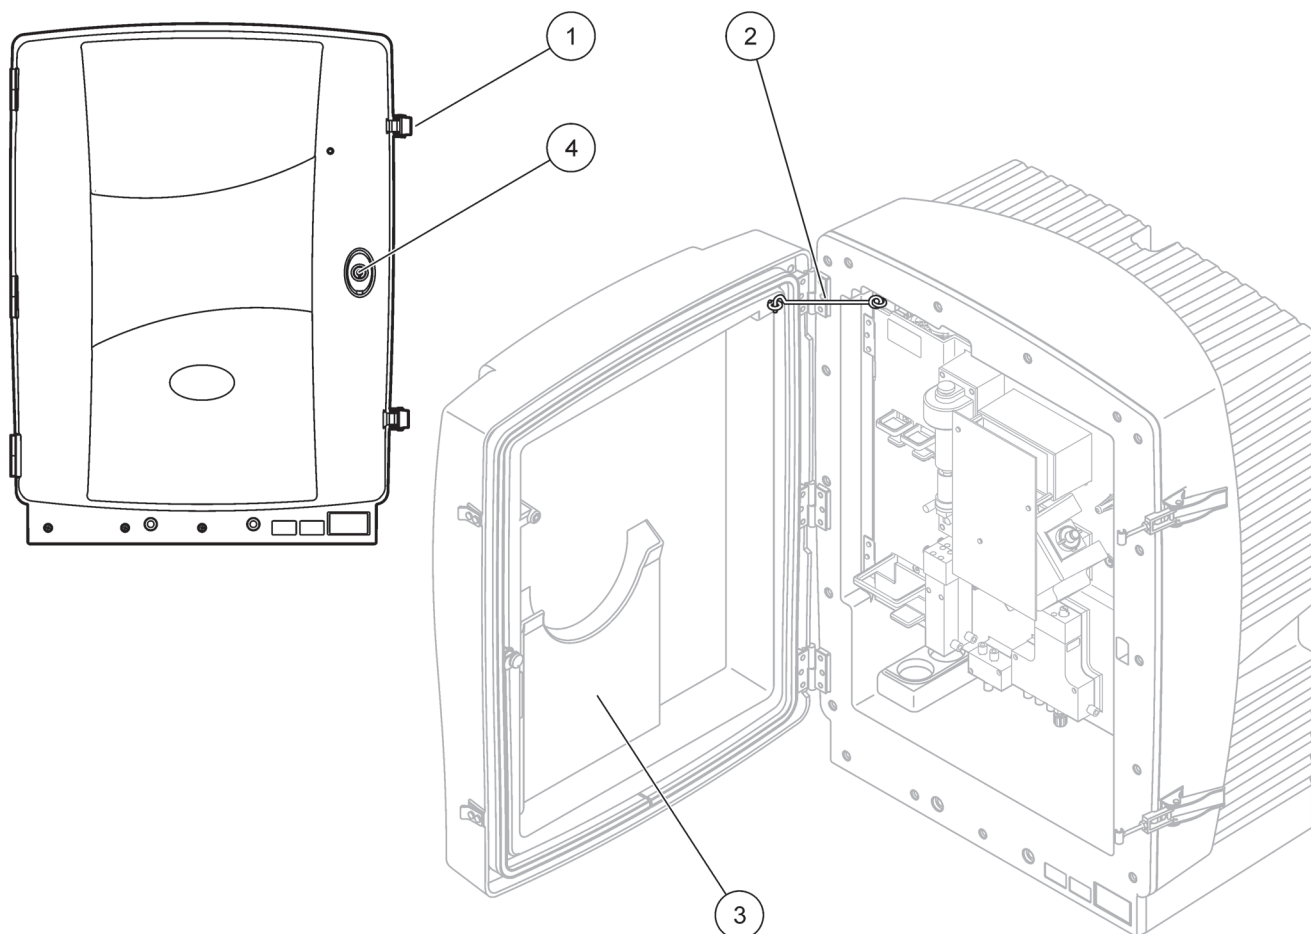
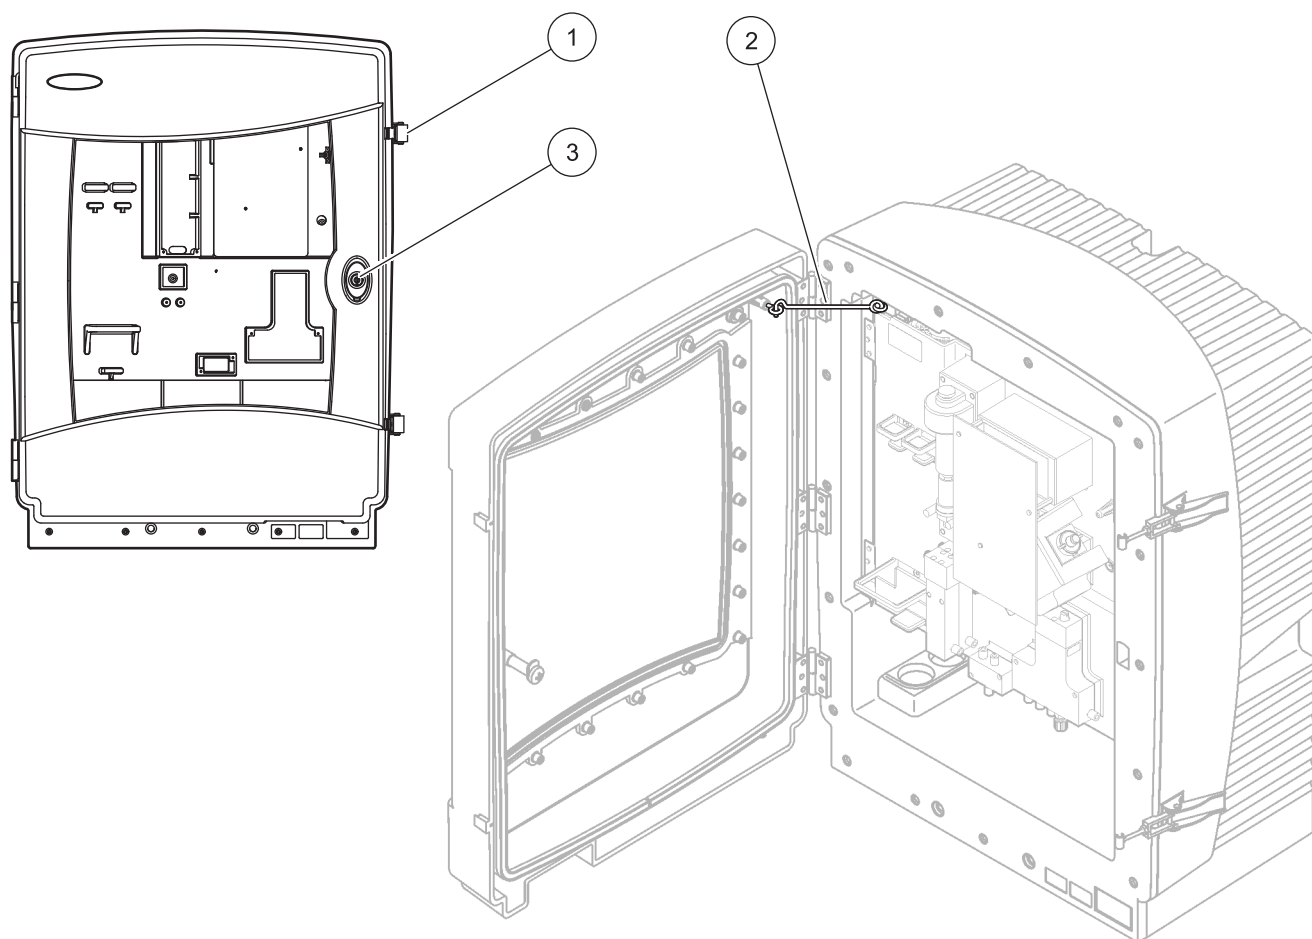

Рисунок 7 Откройте корпус AMTAX sc
Рисунок 8 Откройте корпус AMTAX indoor sc
1. Откройте прибор (позиция 4, Рисунок 7, позиция 3, Рисунок 8).